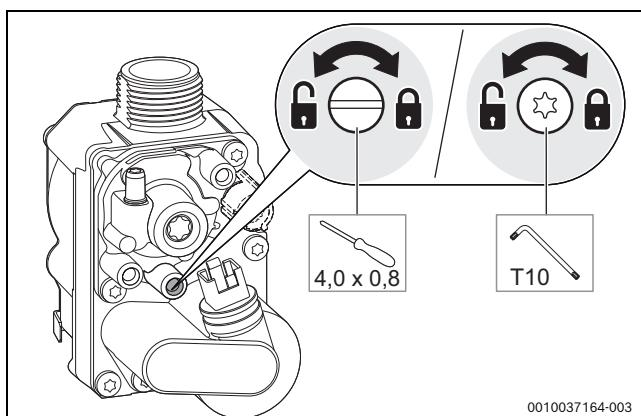

Bild 118 Gas-Anschlussdruck messen
- ▶ Schraube am Messstutzen für den Gas-Anschlussdruck 2 Umdrehungen lösen (→ Bild 118).